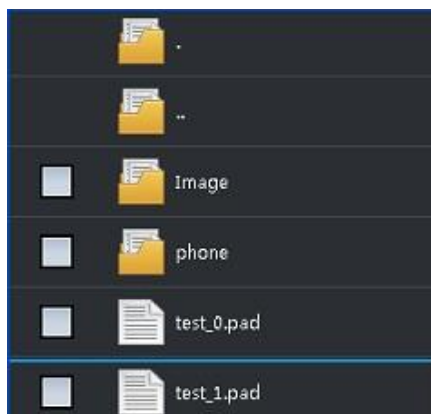

图 5.35 自动后缀
- **自增后缀。**启用该命名规则后，仪器会在自定义文件名后添加后缀，后缀的格式为 `_n`，其中 `n` 为数字。如图 5.35 所示，在自定义用户名“test”后，生成了 `_0` 和 `_1` 的后缀。